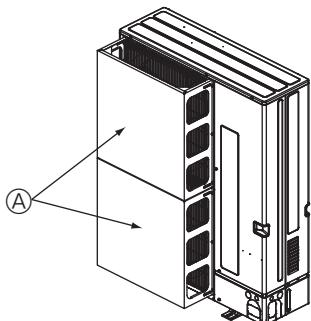

Fig. 2-16
- ① Monter en luftledeplade (ekstraudstyr), hvis enheden installeres på et sted, hvor kraftig blæst fra stormvejr osv. kan komme direkte ind i luftudblæsningen. (Fig. 2-16)